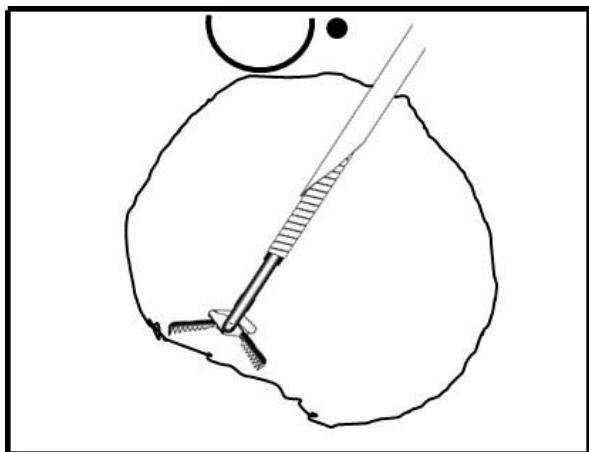

Figura 5
11. Far avanzare la micro pinza Moray™ con le ganasce aperte per prelevare il tessuto desiderato **mantenendo la visualizzazione di EUS o endoscopica** (vedere la figura 5).